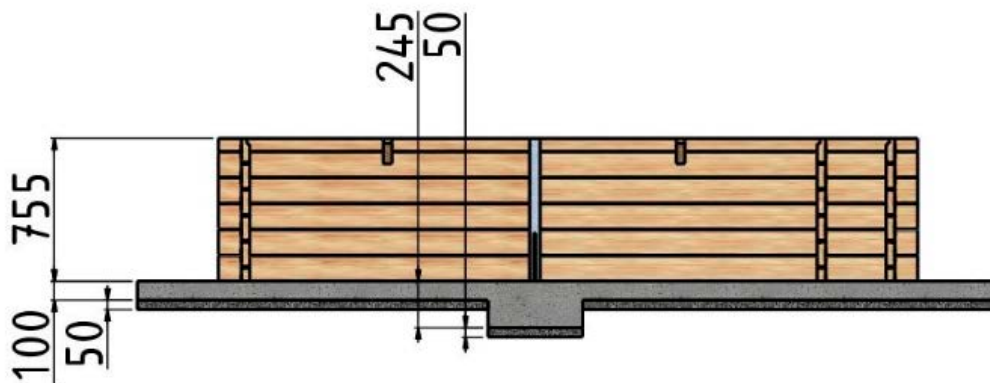

Abbildung 4 – Eigenschaften der Betonplatte
**TIPP** : Sie können die Streben verwenden, um die Höhe der fertigen Betonplatte zu materialisieren. Zur Nivellierung des Pools 0 als Niveau nehmen, (unter den Holzteilen des Handlaufs, siehe *Abbildung 4*), 0,755 m abmessen und an dieser Kante des Strebens einen Strich ziehen. Dieser Strich wird der endliche Wert der Betonplatte sein.
Die Eigenschaften der Betonplatte werden in *Abbildung 4* angegeben.
Wenn Sie die Betonplatte auf den Grabenboden gießen, stellen Sie sicher, dass der obere Teil der Bewehrung ganz in Beton gegossen wird: die Betonschicht über der Bewehrung muss mindestens 3 cm betragen. Schauen Sie auf *Abbildung 4* um die Tiefe der zu gießenden Betonplatte zu bestimmen: Sie muss eine Dicke von 150 mm aufweisen.